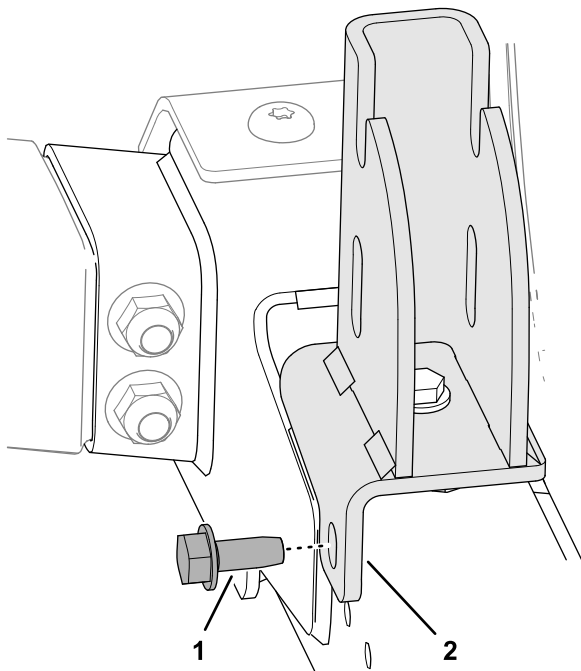

図 9
- 2. ブラケットを左フレームレールの側面に固定する図9フランジヘッドねじ $\frac{5}{16} \times \frac{3}{4}$ "を使用する。